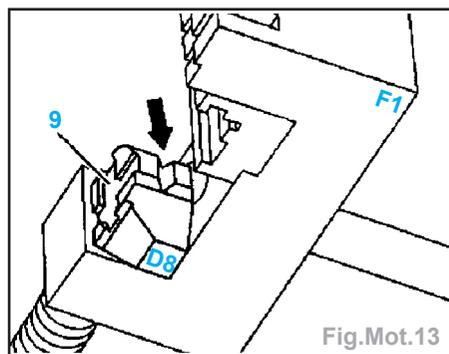

Fig.Mot.13
- déposer l'outil (5),
- tourner la pièce d'appui (9) sur le profil de rivetage (flèche) (Fig.Mot.13).